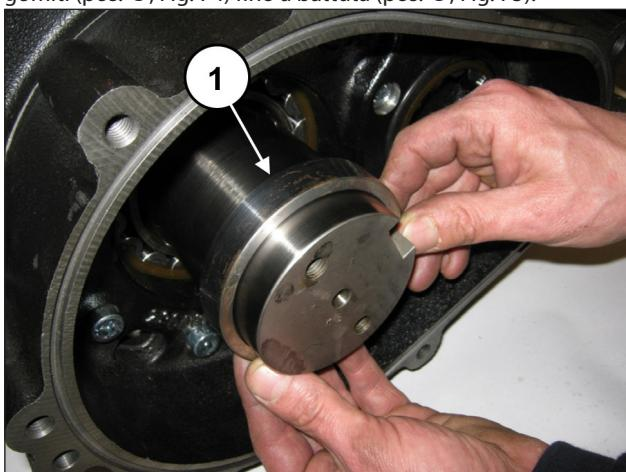
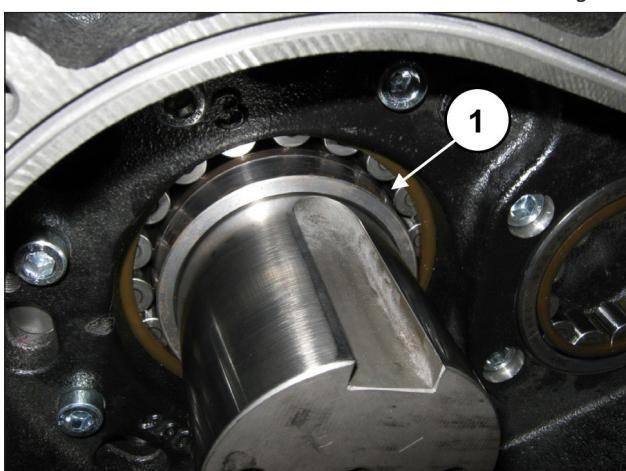

Fig. 74
Fig. 75
Inserire l'anello appoggio corona nel codolo dell'albero a gomiti (pos. ①, Fig. 74) fino a battuta (pos. ①, Fig. 75).